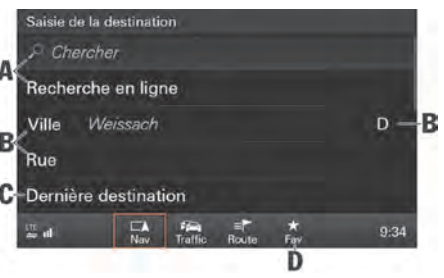

Fig. 145 : Saisie de la destination
2. Sélectionnez **Chercher** ou **Recherche en ligne** (voir A fig. 145).
2. Sélectionnez **Ville** ou **Rue** (voir B fig. 145).
2. Sélectionnez **Dernières destinations** (voir C fig. 145).